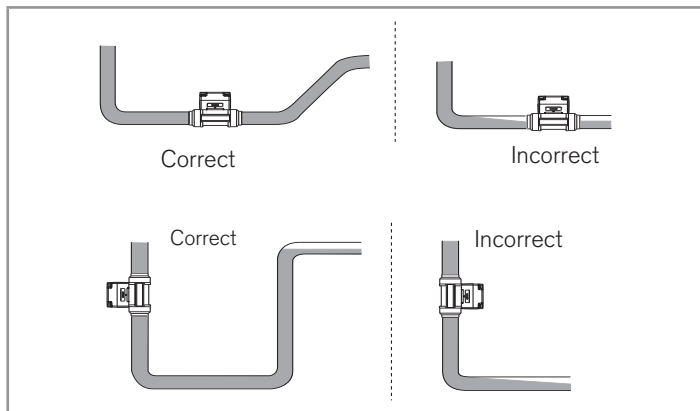

Fig. 5 : Remplissage de la canalisation
- Veiller à ce que la conduite soit toujours remplie au niveau de l'appareil (Fig. 5).